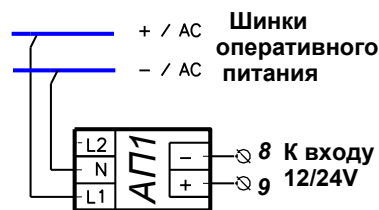

Рис. 7 Схема питания блока БУАВР от изолированного источника оперативного питания
- 5.6. При питании блока БУАВР от источника оперативного питания 110/220В переменного (выпрямленного) или постоянного тока, не допускающего соединения с нейтралью, рекомендуется использование адаптера питания АП1 <http://www.wel.net.ua/Russian/PDF/ap.pdf>, который необходимо подключить к входу 12/24В блока БУАВР, рис.7.